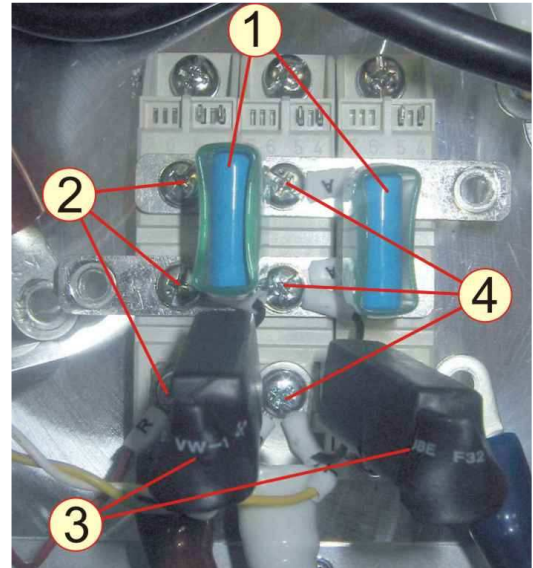

Рисунок 6.32
6.11.6 Выкрутить винты 2 и 4 на модулях MD1 и MD2, снять конденсаторы 1 и RC-сборки 3 (рисунок 6.32). Положить винты, конденсаторы и RC-сборки в тару.